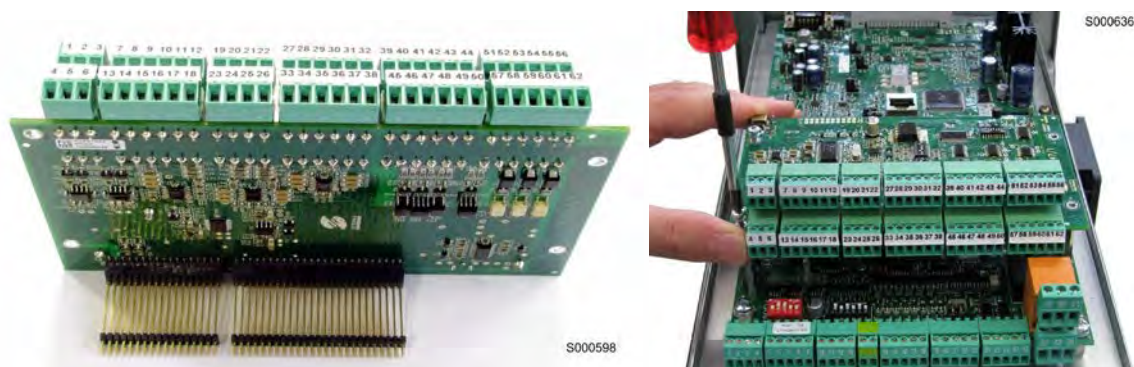

Figura 193: Inserimento delle strip nella scheda ES847 e fissaggio della scheda sullo slot C
- 3) Inserire le due strip di contatti in dotazione nella parte inferiore della scheda ES847 facendo attenzione che tutti i contatti entrino nelle relative sedi del connettore. Inserire la scheda ES847 sulla scheda di comando dell'inverter PENTA facendo attenzione che tutti i contatti entrino nelle relative sedi del connettore dei segnali. Fissare la scheda alle colonnette metalliche già predisposte sulla scheda di comando mediante le viti in dotazione (Figura 193).